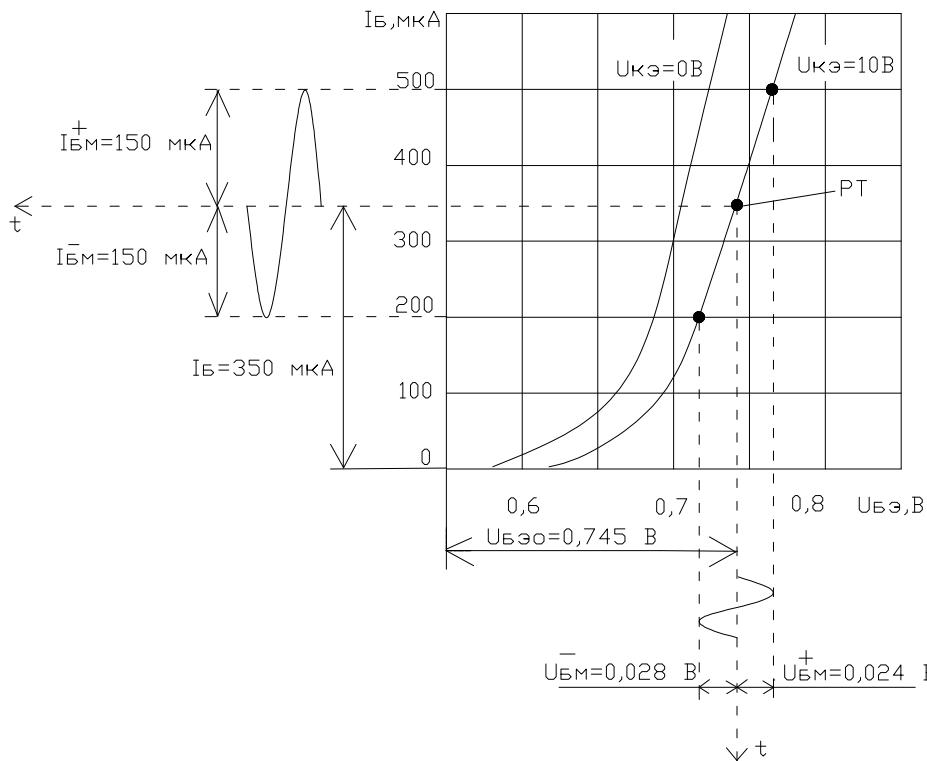

Рисунок 1.2
На входных характеристиках (рисунок 1.2) рабочую точку определяем как точку пересечения ординаты соответствующей току $I_{C0}=350 \text{ мкA}$ характеристики при $U_{CE}=10 \text{ V}$ (PT). Хотя в рабочей точке на выходных характеристиках $U_{CE}\neq 10 \text{ V}$, входные характеристики в активном режиме практически совпадают и можно воспользоваться характеристикой для $U_{CE}=10 \text{ V}$. Определяем $U_{BE0}=0,745 \text{ V}$.